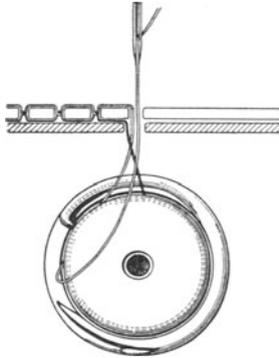

Abb. 11.
**Stichbildung der Greifermaschinen** (Abb. 11). Die Greifer-